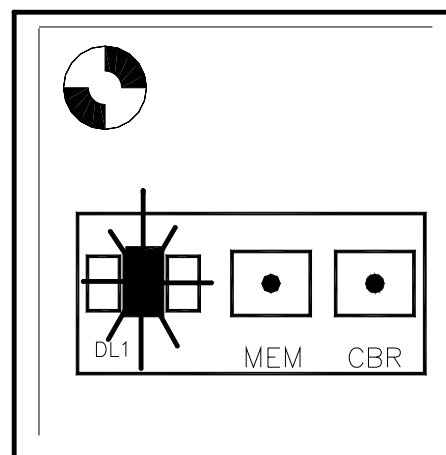

Fig.2
- Alimentare la centrale e premere uno dopo l’altro prima il pulsante “CBR” e dopo il pulsante “MEM” (vedi Fig.2).
- Premere il tasto “MEM” (vedi Fig.2), il led si accende in modo fisso, per un tempo di 15 secondi, entro il quale deve essere inviato il codice da programmare.